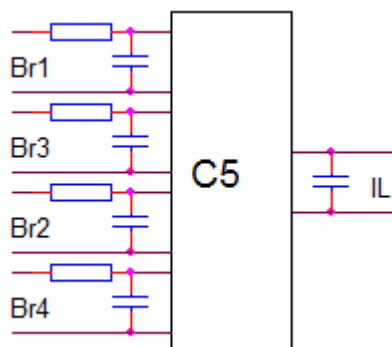

Рис. 2. Компоненты фильтров на входе Контроллера C5
- Если после этого ложный ЗИ остается, то надо поставить в цепь сигнала  $I_L$  внешний (по отношению к Контроллеру) фильтрующий конденсатор параллельно нагрузочному сопротивлению. Внешний конденсатор надо ставить на вход Контроллера (на разъем) или по возможности максимально близко (Рис. 2). Внутри Интеграла нагрузочное сопротивление равно 180 ом, внутренняя емкость равна 6.8нФ, постоянная времени равна 1.2 мкс. Внешним конденсатором нужно увеличить постоянную времени до 2...3 мкс (до исчезновения ложных ЗИ), т.е. внешняя емкость должна быть 4.7...10нФ. Если кроме внутреннего нагрузочного сопротивления 180 ом используется внешний резистор, то внешний конденсатор устанавливается согласно п.4.16.
4.16. Режим **C-IL**. Нештатный режим возникает при отсутствии соответствующего конденсатора в цепи датчика тока IL. В тех случаях, когда к стандартному нагрузочному сопротивлению 180 ом на плате Интеграл добавляется внешний параллельный резистор (например, при использовании датчика ЛЕМ), тогда должен одновременно устанавливаться добавочный (параллельный) конденсатор прямо на входе Контроллера (Рис. 2). Емкость добавочного конденсатора выбирается из расчета, что постоянная времени RC (где R и C – сопротивление и емкость добавочных компонентов) должна составлять порядка 2...3 мкс.